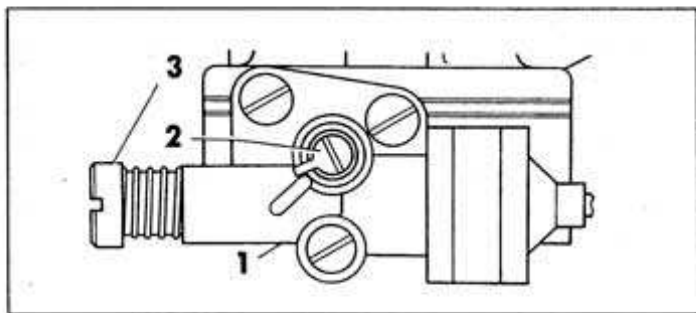

Рис. 3.41. Регулировочные винты карбюратора:
1) снять ограничительный колпачок с винта 2 (рис.3.41) состава смеси (винт качества);